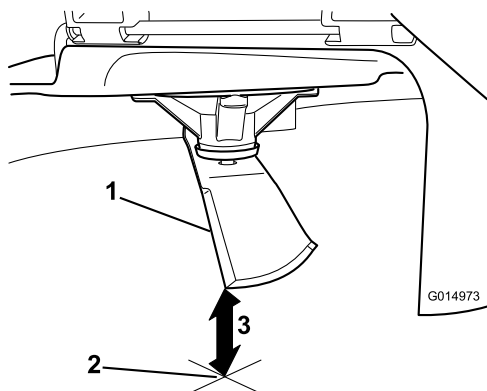

Figura 45
3. Mida desde la punta de la cuchilla hasta la superficie plana (Figura 45).